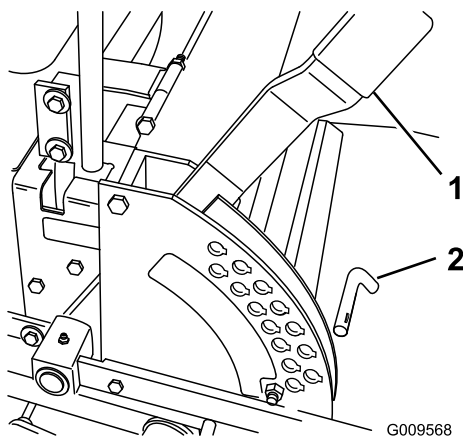

Figure 19
1. Relevez le levier de sélection de hauteur de coupe en position de transport (qui correspond aussi à la hauteur de coupe de 127 mm [5"]) (Figure 19).
2. Pour changer la hauteur de coupe, retirez l'axe du support de hauteur de coupe (Figure 19).
3. Placez la goupille dans le trou du support correspondant à la hauteur de coupe voulue (Figure 19).